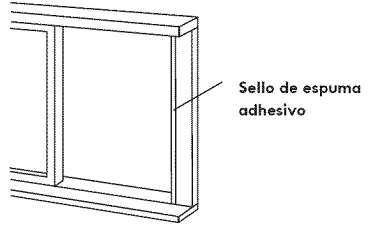

Fig.12
1. Corte un trozo de sello de espuma adhesivo a la altura de la ventana y pegue el sello al marco de ventana (véase la Fig. 12).